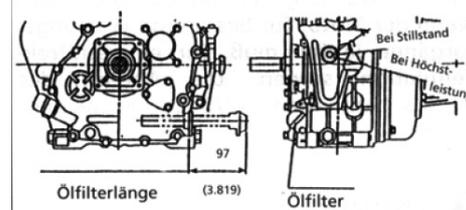

Abb. 33: Ölfilter
Schritt 1: Die Halteschraube lösen und den Ölfilter entfernen (Abb. 33).